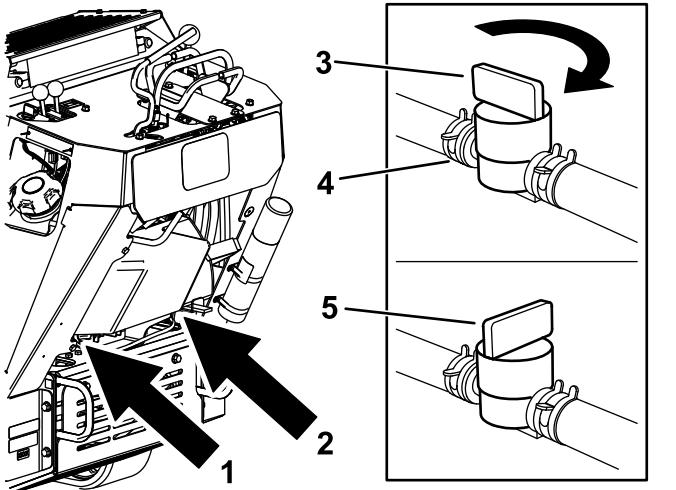

Figura 51
3. Gire la válvula de cierre del combustible a la posición de Cerrado (Figura 51).
4. Apriete los extremos de la abrazadera en el lado del motor de la válvula y deslícela por el tubo de combustible, alejándola de la válvula (Figura 51).
5. Retire el tubo de combustible de la válvula (Figura 51).
3. Gire la válvula de cierre del combustible a la posición de cerrado (Figura 51).
5. Gire la válvula de cierre del combustible a la posición de abierto (Figura 51).